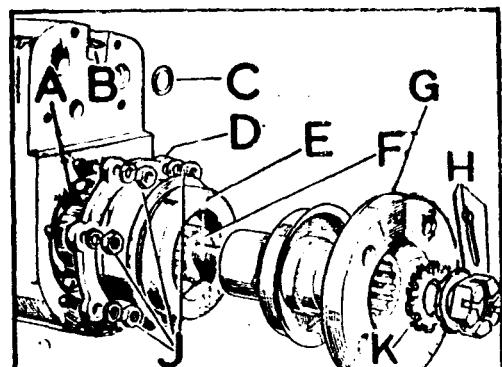

Fig. C1-53 Empaquetadura de aceite y brida del eje de salida delantero
1.1.3. Desmontar los elementos de fijación, H (Fig. C1-53) de la brida, G, del eje de salida delantero, F, y extraer ésta.
1.1.4. Retirar los elementos de fijación, J (Fig. C1-53) del alojamiento del retén, D, y extraer el alojamiento y la junta.
- 3.4.1. Montar el retén de aceite, E (Fig. C1-53) dentro del alojamiento, D, posicionándolo con el borde con pestaña hacia la parte interior y extendiendo una capa de compuesto sellador Hermetical 600 en su parte exterior.
- 3.4.2. Calar el cojinete del eje, A (Fig. C1-53).en el cárter hasta que haga tope en su alojamiento
- 3.4.4. Fijar el porta-retén, D (Fig. C1-53) por medio de sus elementos de fijación J, habiéndole aplicado previamente al labio de obturación del retén, E, una capa de aceite SAE 90 EP si él fuera de caucho, y una capa de grasa Molykote Baz, si dicho retén fuera de cuero. A los retenes de cuero, se les tendrán sumergidos en aceite SAE 90 EP durante cuatro horas, antes de montarlos.
- 3.4.5. Introducir el eje de salida delantero, F (Fig. C1-53) y montar la brida - de arrastre, G, con sus elementos de fijación, K y H, dándole a la tuerca un par de apriete de 11 á 12 mkg. Después se asegurará dicha tuerca con su pasador de aletas.